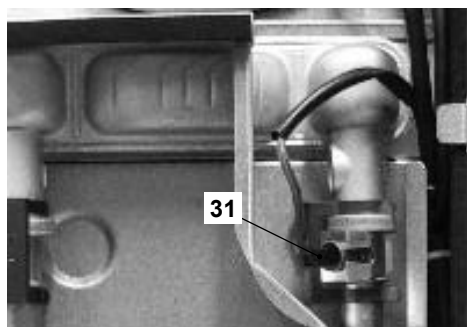

Figura 8.3
- Scollegare il cablaggio della sonda NTC riscaldamento / Massima temperatura riscaldamento 31 in Figura 8.3
- Ricollegare il cablaggio della sonda NTC riscaldamento / Massima temperatura riscaldamento 31 in Figura 8.3